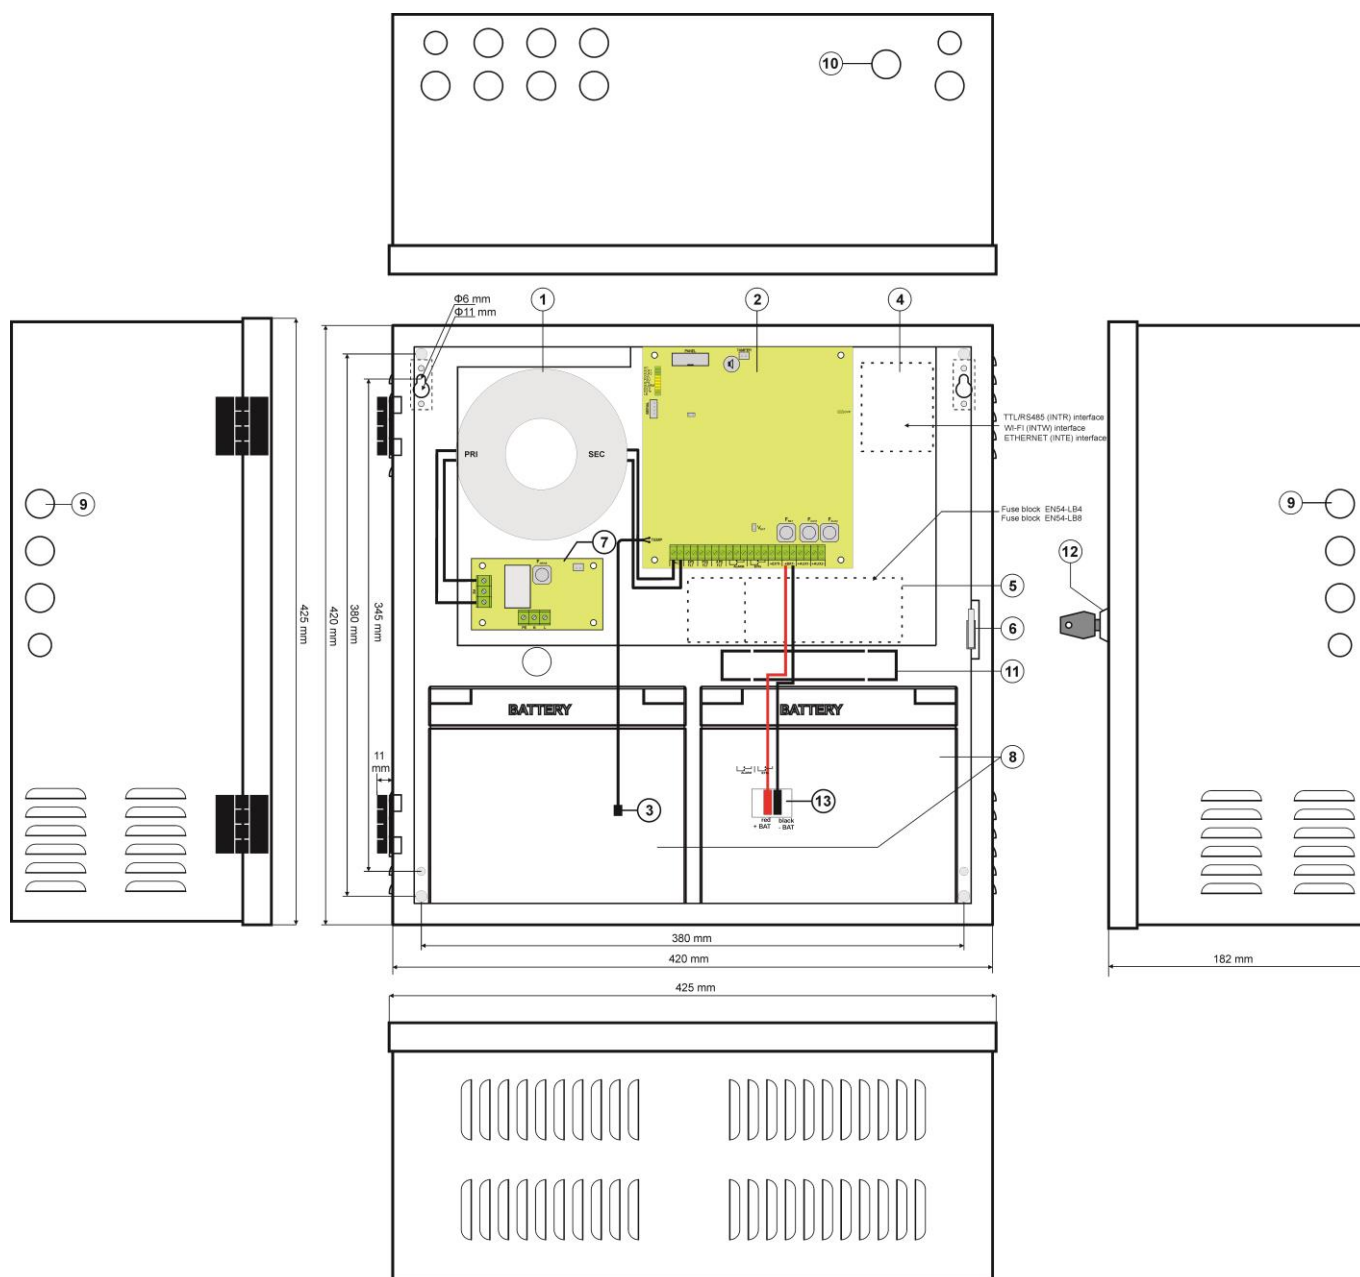

Abb.4. Blick auf das Netzgerät.
Tabelle 3. Bestandteile des Netzgeräts (Abb. 4).
5. Die Akkumulatoren an der angewiesenen Stelle des Gehäuses montieren (Abb. 4). Anschlüsse zwischen den Akkumulatoren und der Netzgerätplatte unter besonderer Beachtung der entsprechenden Polarität ausführen. Die Akkumulatoren sollen unter Anwendung spezieller Leitung, die zur Ausstattung des Netzgeräts gehört, reihenweise geschaltet werden.